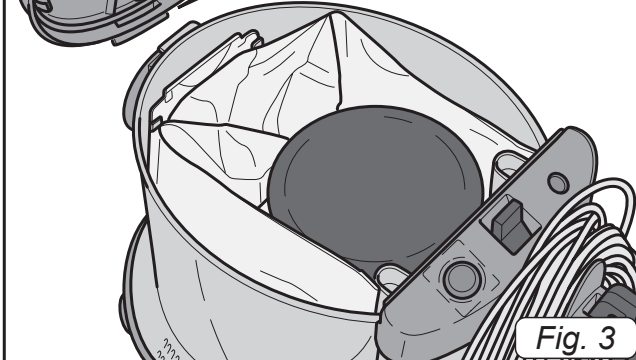

Fig. 3
- Rimontare il coperchio (2 Fig.3) inserendo la cava (4 Fig.3) presente sul coperchio nella linguetta (5 Fig.4) presente sul fusto; quindi spingerlo verso il basso fino a sentire il click di aggancio.